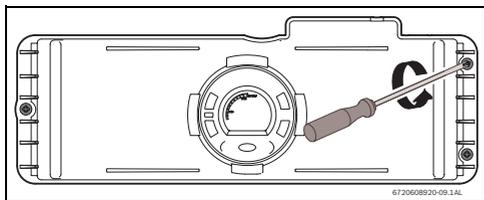
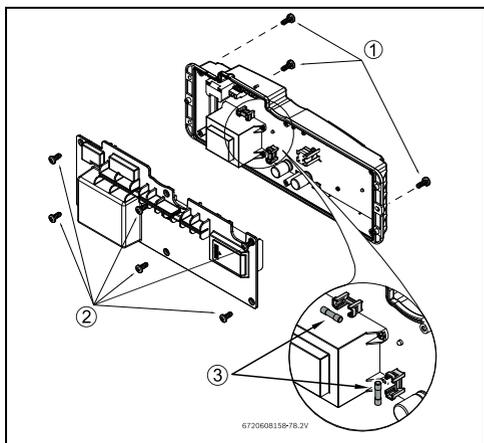

Fig. 50
Fig. 51 Emplacement des fusibles
- Desserrer trois vis sur le panneau frontal du boîtier électronique (Fig. 50 et Fig. 51, pos. 2).
- Tirer le boîtier électronique pour accéder aux six vis sur la partie arrière et les retirer (Fig. 51, pos.2).
- ▶ Desserrer les trois vis situés sur la partie avant du boîtier électronique (→ Fig. 50).